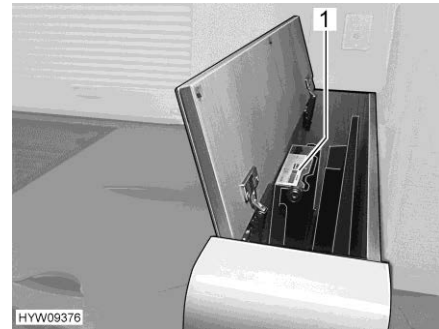

Fig. 89 Écran plat (escamoté)
- Écran plat escamotable manuellement : Appuyer légèrement le mécanisme de réglage de hauteur (Fig. 89,1) vers le bas pour soulager le ressort. L'écran plat monte automatiquement.